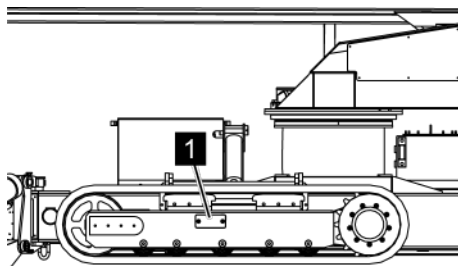

Fig. 147: Unscrewing the lid
2. ➤ *Unscrew the lid (Fig. 147/1).*